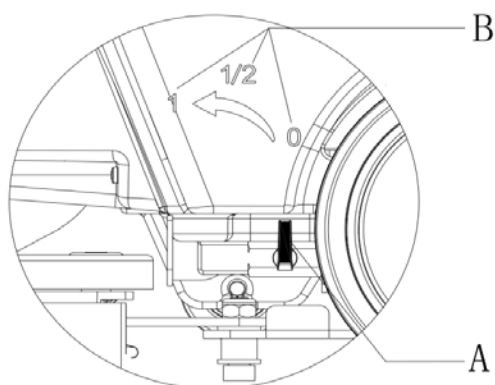

Рисунок 10
Переключатель питания (45) должен быть на выключенном положении "0" до регулирования ручки клапана (А, рисунок 10).